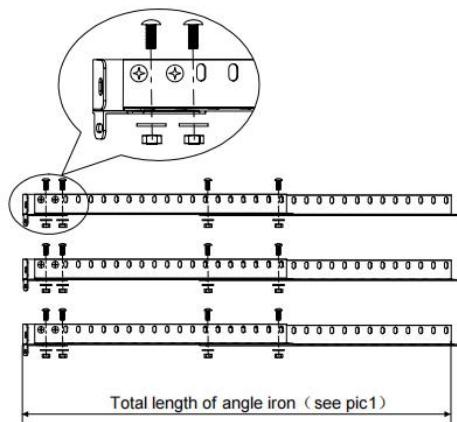

Рис. 3
5. Визначте довжину металевого кутника відповідно до рис. 1. Закріпіть металевий кутник до кронштейна 18 гвинтами M4X10, гайками M4 та шайбами. (Накладання металевого кутника повинно бути не менше 100 мм.) Див. рис. 3.